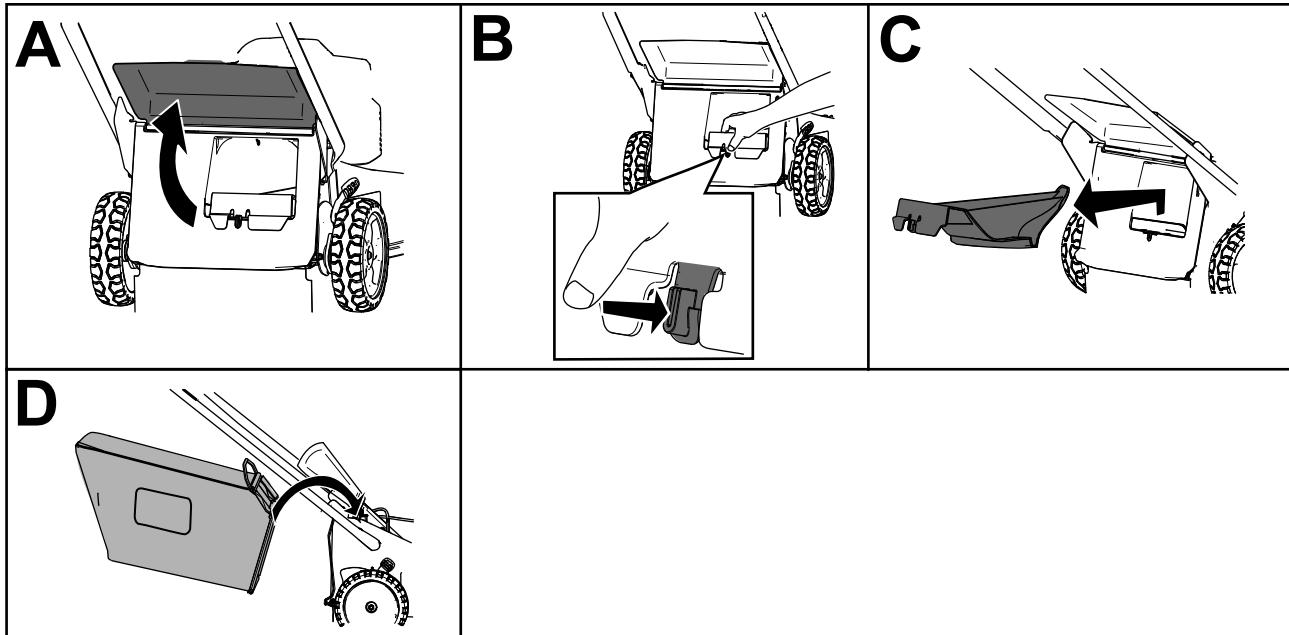

Bild 18
**Hinweis:** Drehen Sie den Hebel an der Klappe nach rechts, um die Klappe zu lösen (Bild 18).
3. Heben Sie das hintere Ablenkblech an und halten Sie es hoch (A in Bild 18).
4. Drücken Sie zum Entfernen der Heckauswurfklappe mit dem Daumen auf den Riegel und ziehen die Klappe aus der Maschine (B und C in Bild 18).
5. Setzen Sie die Enden der Fangkorbstange in die Kerben an der Unterseite des Holms ein und bewegen den Fangkorb nach vorne und hinten, um sicherzustellen, dass die Enden der Stange richtig in den Kerben sitzen (D in Bild 18).
3. Nehmen Sie die Fangkorbstange am Fangkorb aus den Kerben an der Unterseite des Griffes (A in Bild 18).
4. Setzen Sie die Heckauswurfklappe ein (B in Bild 18).
5. Senken Sie das hintere Ablenkblech ab (C in Bild 18).